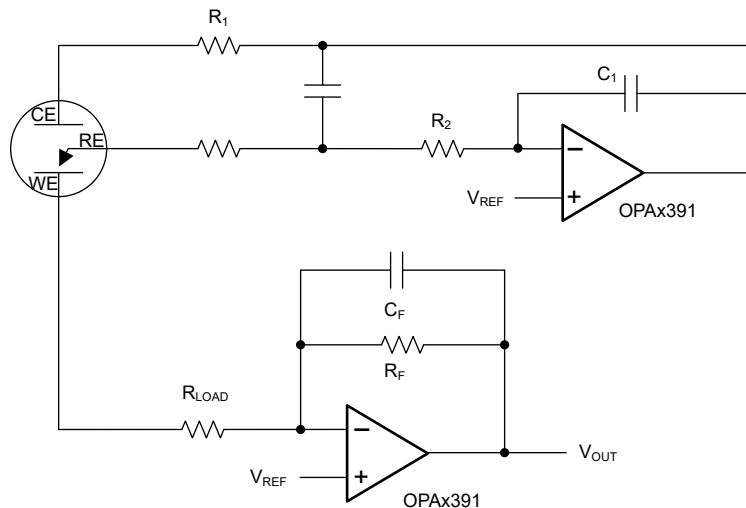

图 7-1. 三端 CO 气体传感器
图 7-1 显示了一个与三端非偏置 CO 传感器配合使用的简单低功耗恒电位仪电路。该设计同样适用于许多其他类型的三端气体传感器或电化学电池。基本传感器具有三个电极：感应或工作电极 (WE)、计数器电极 (CE) 和参考电极 (RE)。电流在 CE 和 WE 之间流动，其大小与检测到的浓度成正比。RE 监测内部参考点的电势。对于非偏置传感器，必须通过调节 CE 上的偏置将 WE 和 RE 保持在相同的电势。通过由 U1 形成的恒电位仪电路，伺服反馈操作会将 RE 引脚保持在由 V_{REF} 设置的电势。由于传感器的大电容， R_1 可保持稳定。C1 和 R2 形成恒电位仪积分器并设置反馈时间常数。U2 形成跨阻放大器 (TIA)，以将产生的传感器电流转换为与之成正比的电压。